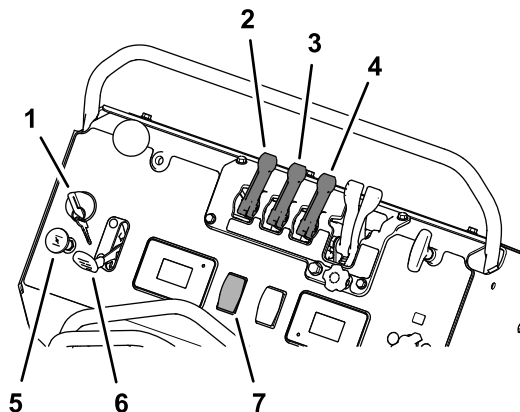

図 63
3. 駐車ブレーキを掛け、ステアリング兼走行レバーをニュートラル位置にし、エンジンを始動する **図 63 エンジンの始動手順 (ページ 22) を参照。**
4. ポンプスイッチを ON 位置にし、エンジンのスロットルを高速にする **図 63。**
5. タンク攪拌レバーを ON 位置とする **図 63。**
1. ナロー散布レバーとワイド散布レバーを両方とも ON にする 図 63。
6. 散布パターンレバーを 2 つとも OFF とし、ポンプスイッチを OFF とし、エンジンを停止させる 図 63。